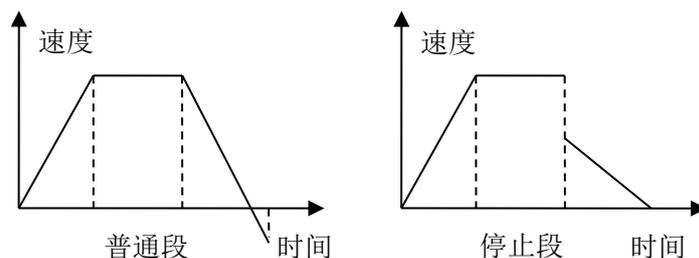

图 7-7 PT 模式停止段类型
- **PT_SEGMENT_STOP** 表示停止段，该段的终点速度为 0，起点速度根据段内位移和段内时间计算得到，和上一段的终点速度无关。如图 7-7 所示。